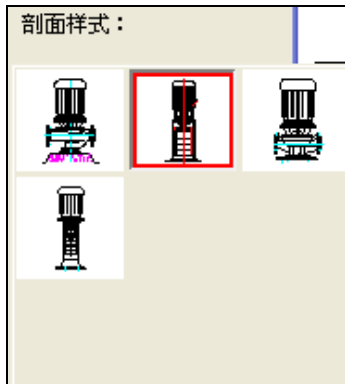

图 4-24 选项表
- “剖面样式”预览框：单击预览框，系统弹出如图 4-24 所示的选项表，在其中可以选择水泵的显示样式。